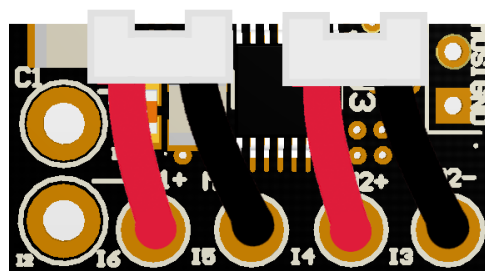

Figura 4: Alimentação dos Motores
3. Desligar a Zika, retirando os conectores de alimentação da placa e conectar uma carga nos conectores indicados por M+ e M- na Figura 4. Ligar novamente a placa e com o auxílio do controle, testar o funcionamento dos motores em ambos os sentidos de rotação.